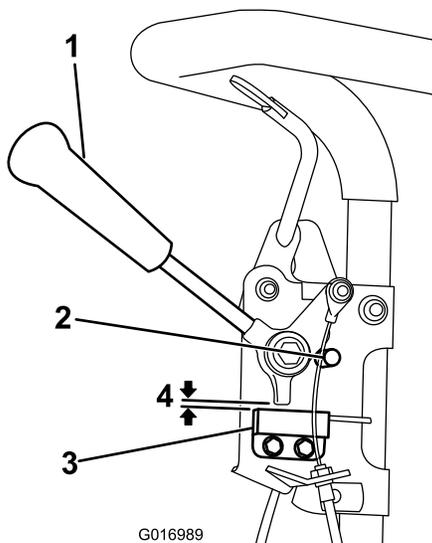

Рисунок 33
1. Убедитесь в том, что двигатель заглушен, а рычаг тяги отключен и опирается на упор нейтрали. (Рисунок 33).
2. Выверните крепежные детали блокировочного выключателя (Рисунок 33).
3. Поставьте регулировочную прокладку толщиной 0,032" между рычагом тяги и блокировочным выключателем (Рисунок 33).